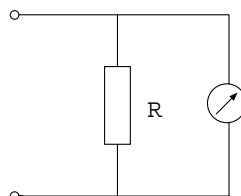

Figura 1: $R_m = 990\Omega$ e $I_{FS} = 50\mu A$
- a) Dato il circuito di figura 1 determinare le caratteristiche (valore di resistenza e potenza dissipata) del resistore di shunt R , per incrementare la portata dello strumento a $10mA$, $50mA$, $200mA$.